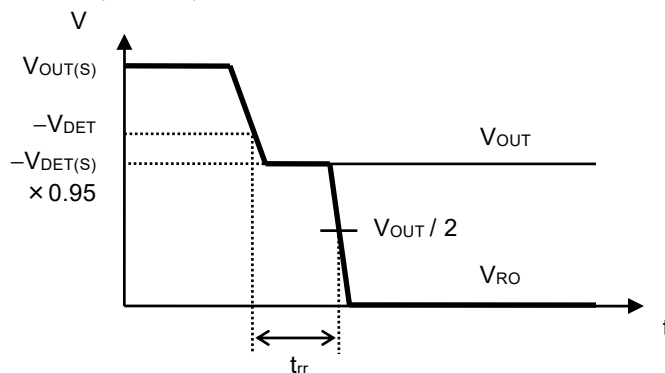

图7 复位反应时间
*4. 从VOUT低于 $-V_{\text{DET}}$ 开始, 到实际RO端子的输出开始反转为止的时间 (参阅图7)。